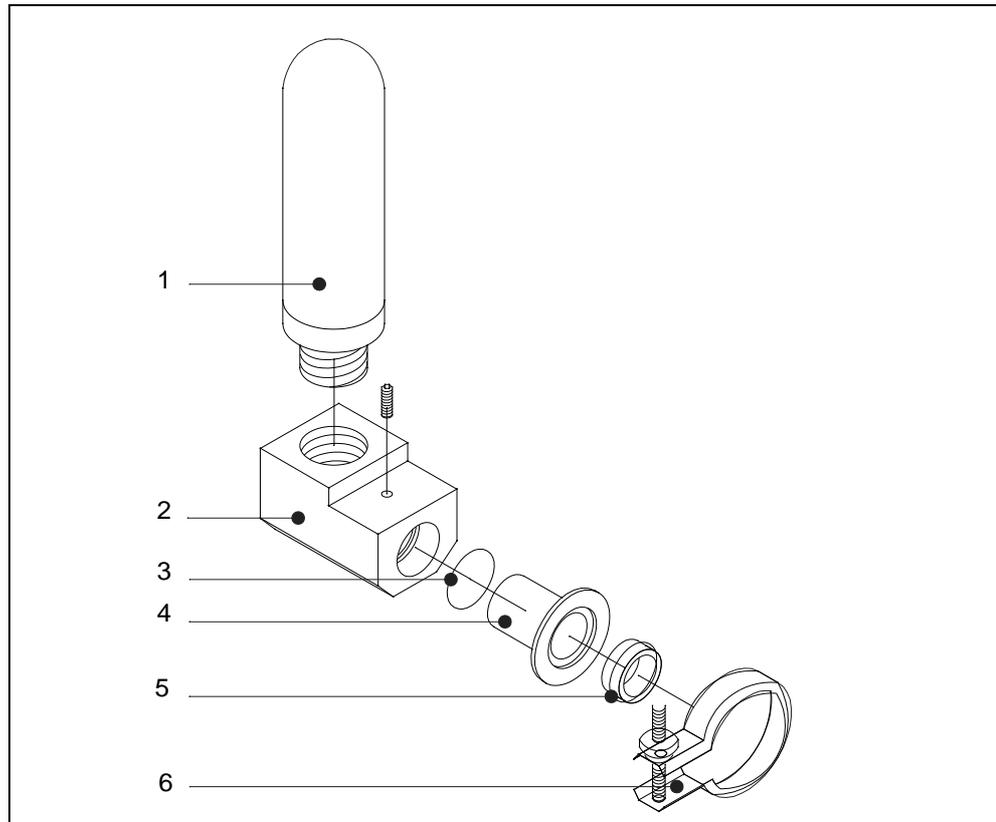

Abb. 9-3 Schalldämpfer austauschen
- Schalldämpfer vom Anschlussadapter abschrauben und durch neuen Schalldämpfer ersetzen und festziehen. Sieher hierzu Abb. 9-3/1.